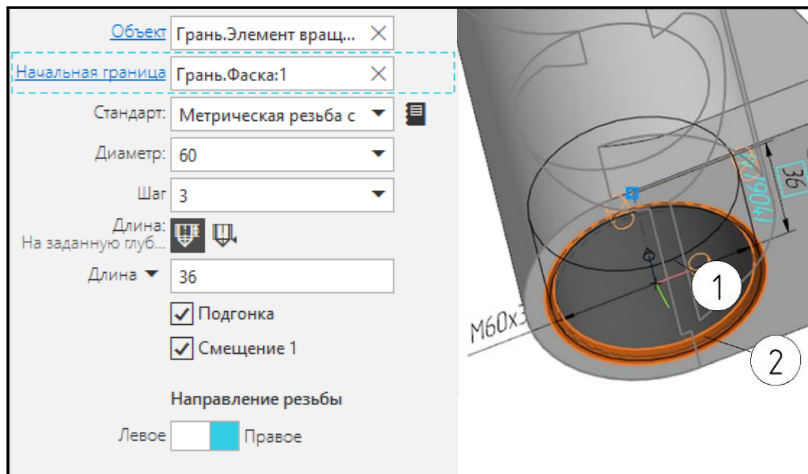

Рис. 66
Вызовите команду *Условное изображение резьбы*, щелкнув по кнопке  на панели инструментов *Обозначения*. На панели *Параметры* (рис. 66) щелкните в поле *Стандарт* и выберите из выпадающего списка *Метрическую резьбу с мелким шагом*. Укажите цилиндрическую грань отверстия в основании (1).